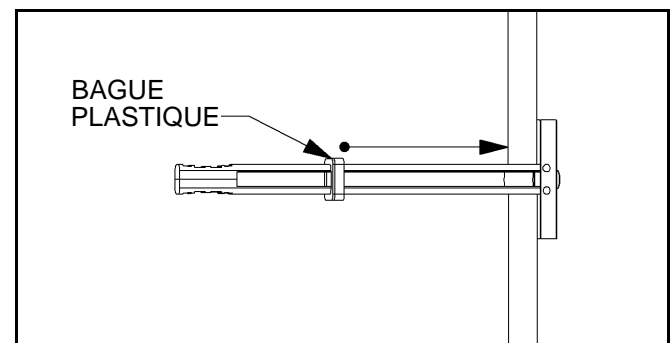

Figure 11.
5. Faites glisser la bague plastique de l'ancrage vers la surface du mur (voir la Figure 11).